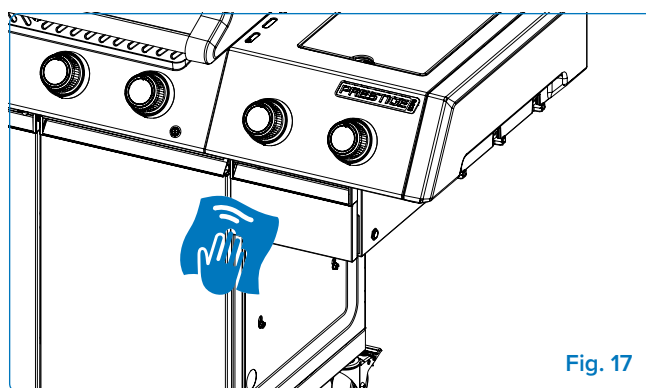

Fig. 17
7. **Limpie la caja ahumadora** – Limpie las superficies internas y externas con una mezcla 50/50 de agua tibia y vinagre de manzana usando una esponja. Esto elimina el creosoto. Use un cepillo de metal o una esponja abrasiva para la suciedad difícil. Evite el exceso de humedad cerca de las partes eléctricas (**Fig. 17**).